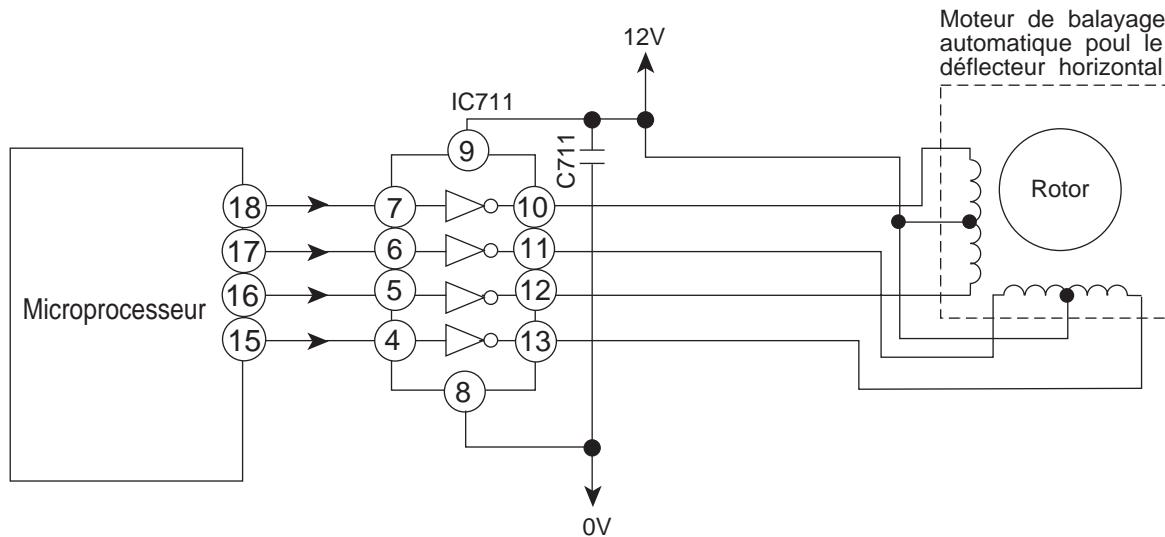
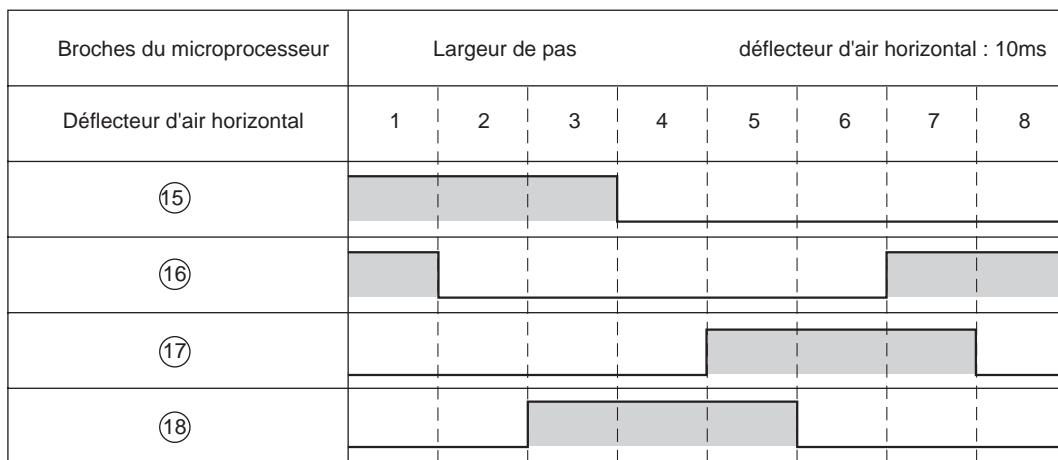

Fig.4-1
Fig.4-2 Microcomputer Output Signals
- La figure 4-1 représente le circuit de commande du moteur de balayage automatique; les signaux indiqués sur la figure 4-2 sont appliqués sur les broches ⑯ – ⑲ du microprocesseur.
- Tandis que la sortie du microprocesseur change comme le montre la figure 4-2, le noyau du moteur de balayage automatique est excité et le rotor tourne. Le tableau 4-1 donne l'angle de rotation du déflecteur d'air horizontal.